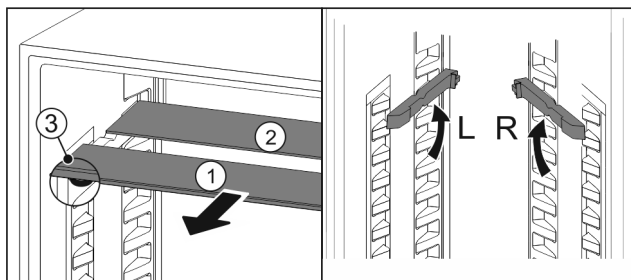

Fig. 81
- Trekk glassplatene enkeltvis fremover og ut Fig. 81 (1).
- ▷ Glassplate Fig. 81 (1) med pyntelist ligger foran.
- ▷ Stoppere Fig. 81 (3) peker nedover. Enheter med frysehylle:\*